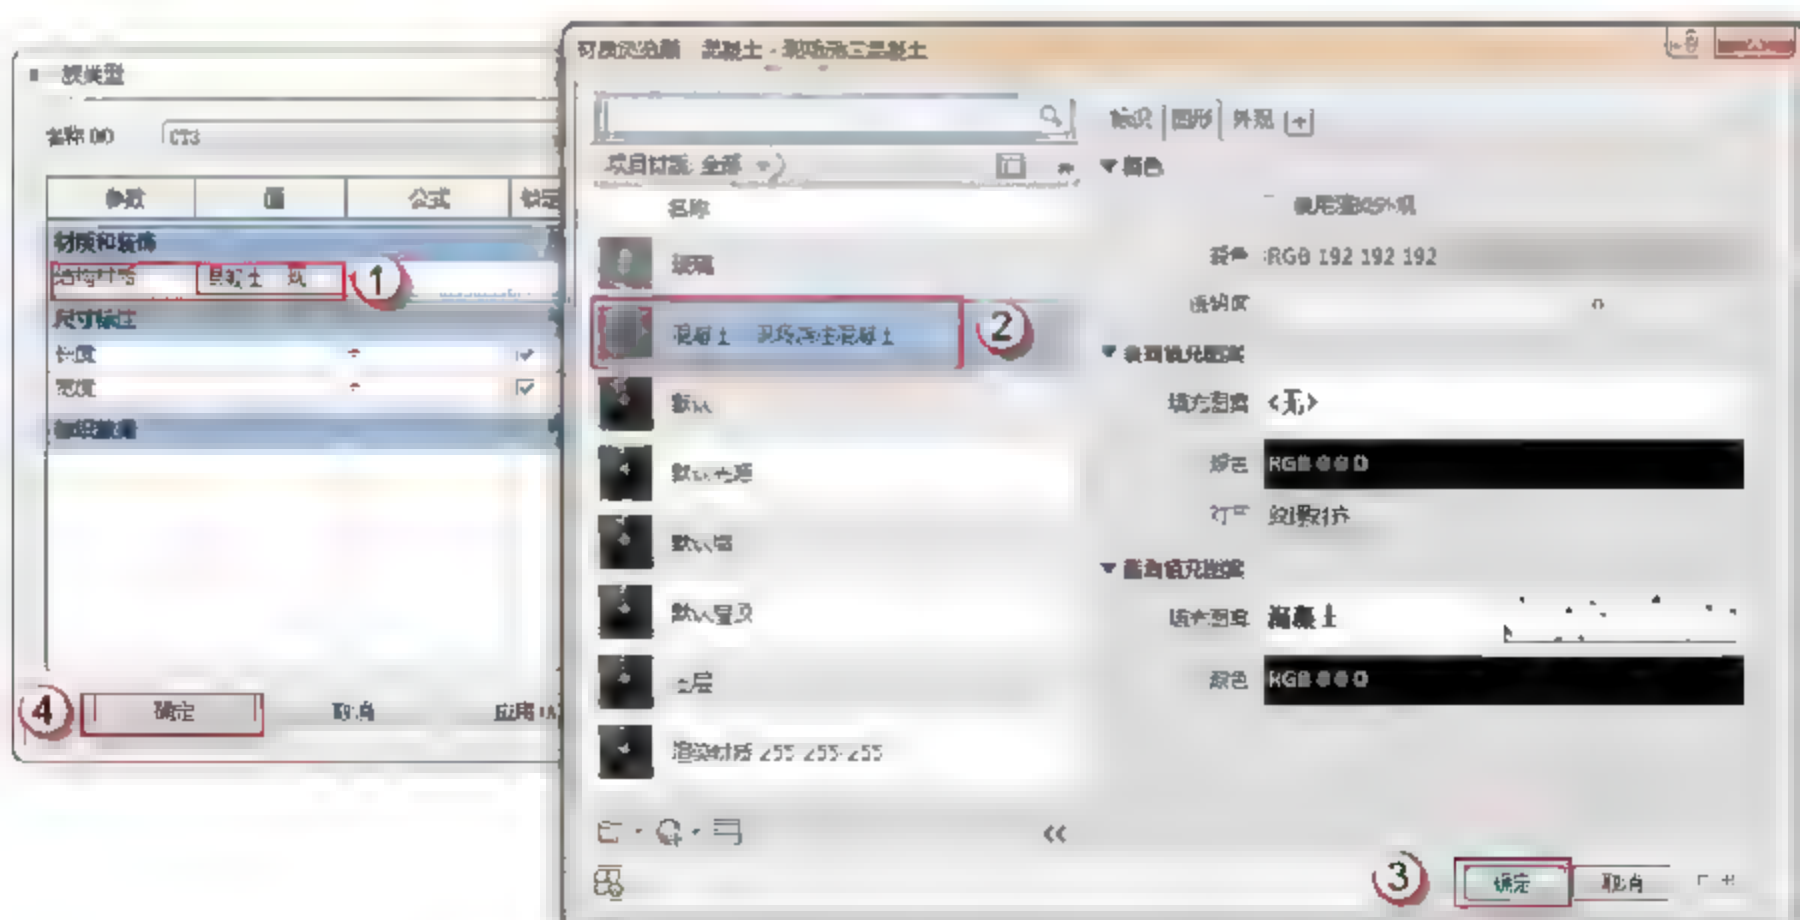

图 2.1.60 添加结构材质
(8) 添加结构材质，单击“族类型”按钮，在弹出的“族类型”对话框中，单击“结构材质”按钮，在弹出的“材质浏览器”对话框中，依次单击“混凝土-现场浇注混凝土”→“确定”按钮，如图2.1.60所示。